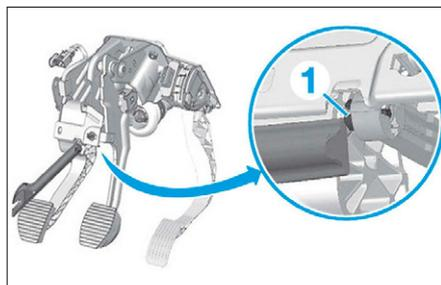

FIG. 15
- Dégager le clip de verrouillage (1) (Fig.15).